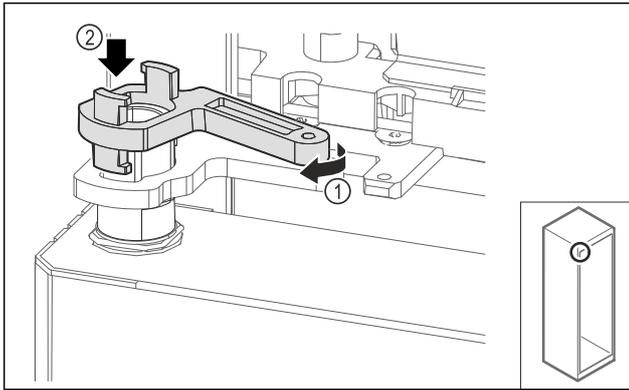

Fig. 70
- ▶ Girar ligeramente el bloqueo del soporte de cojinetes Fig. 70 (1) y colocarlo sobre el manguito Fig. 70 (2).